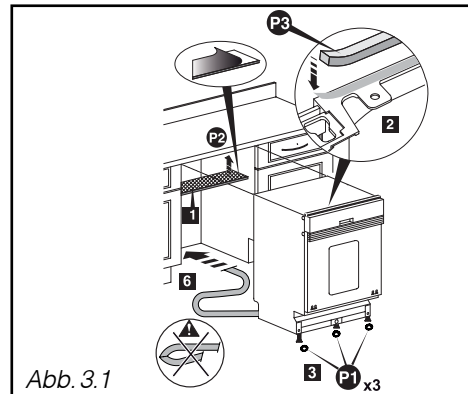

Abb. 3.1
- Kleben Sie die Antibeschlagleiste **P2** fest (Abb. 3.1).
- Kleben Sie den Einbauschaumstoff **P3** fest (Abb. 3.1).
- Klipsen Sie die drei Ringe **P1** unter den Kufen ein, um die Spülmaschine leichter verschieben zu können (Abb. 3.1).